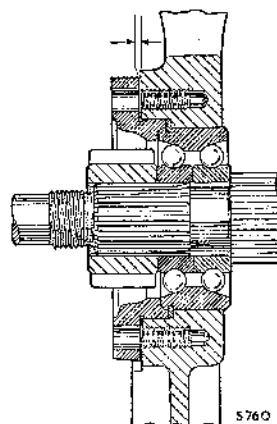

Fig. F.5
- (30) Poner el retén del cojinete del eje secundario sin ninguna laminilla, apretar ligeramente los tornillos y medir la separación, véase la Fig. F.5. Poner las laminillas necesarias (véase el cuadro), cuidando de colocarlas debajo de la placa de enclavamiento del eje intermedio y del eje de marcha atrás, y por último apretar los tornillos y torcer las arandelas de freno.
- (31) Consultar el párrafo (10). Insertar el tubo de aspiración en el conjunto del colador de aceite, y apretar primero los tornillos de sujeción de la brida externa, y después los tornillos de retención del soporte. Cuidar de no desviar el retén de aceite del colador.
- (32) Poner un cojinete de agujas nuevo en el engranaje libre si es necesario. Encajar los collarines extensibles de la Herramienta de Servicio 18G 581 en cada uno de los cojinetes viejos y apretar la tuerca de la herramienta para extraerlos, habiendo quitado previamente el anillo elástico de retención exterior (si va montado) del resalto del cárter de la transmisión.